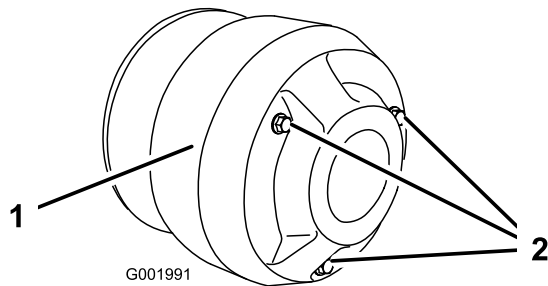

Bild 55
4. Entfernen Sie die drei Schrauben, mit denen die Abdeckung an der Kupplung befestigt ist und nehmen Sie die Abdeckung ab (Bild 55).